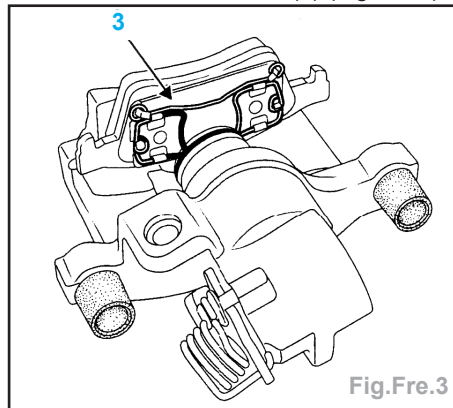

Fig.Fre.3
Nota : la plaquette intérieure est munie d'un ressort de maintien (3) (Fig.Fre.3).